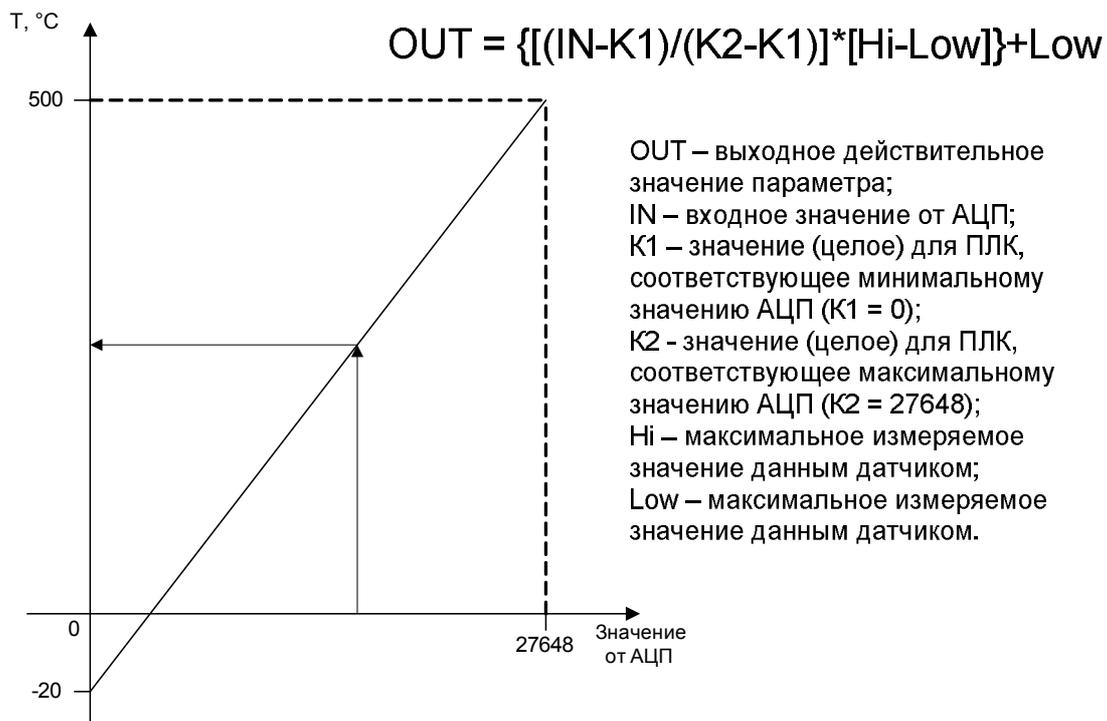

Рис. 13. Пример шкалирования сигнала для пирометра Термоскоп 200 с диапазоном измеряемых температур от -20 до +500 °С
3. В окне проекта в папке Blocks дважды щелкнуть на блоке OB1. После этого OB1 откроется в редакторе LAD/STL/FBD. Необходимо написать программу, которая осуществляет шкалирование входного сигнала. Формула для шкалирования сигнала приведена на рис. 13. В примере использован пирометр Термоскоп 200 с диапазоном измеряемых температур от –20 до +500 °С, имеющий унифицированный аналоговый токовый выходной сигнал 4...20 mA. Код блока на языках STEP 7 приведен в таблице.